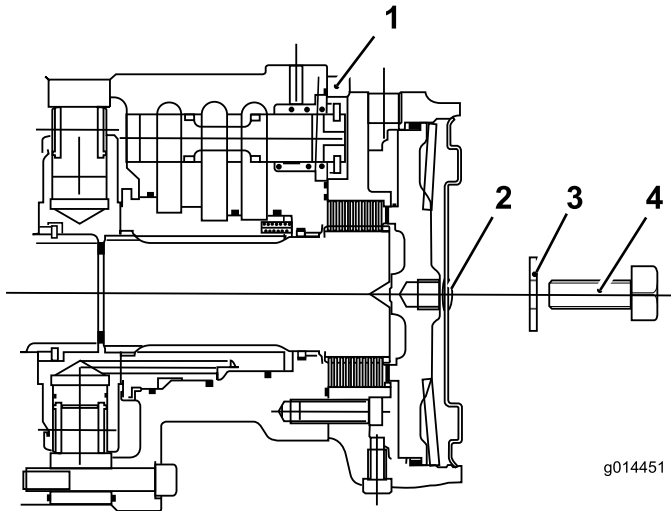

Figura 42
- Monte um parafuso 12 x 40 mm e anilha 12 mm no furo no centro da placa da extremidade do motor (Figura 42).
- Aperte o parafuso no furo roscado no pistão do travão até que o travão seja libertado (Figura 42).